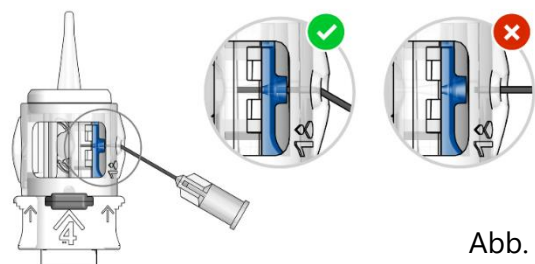

Abb. 1
3. Führen Sie die Kanüle (23-27G) einer mit viskoelastischem Material gefüllten Spritze vollständig in die mit '1' gekennzeichnete kleine Öffnung (Abb. 1) ein, bis sie vollständig in den blauen Trichter eingeführt ist. Halten Sie einen leichten Druck auf die Kanülenspitze aufrecht, während Sie die viskoelastische Lösung durch die Öffnung injizieren. Die eingespritzte Menge an Visco ist ausreichend, sobald es die Enden der IOL-Haptiken bedeckt (ca. 0,2 – 0,25 ml).